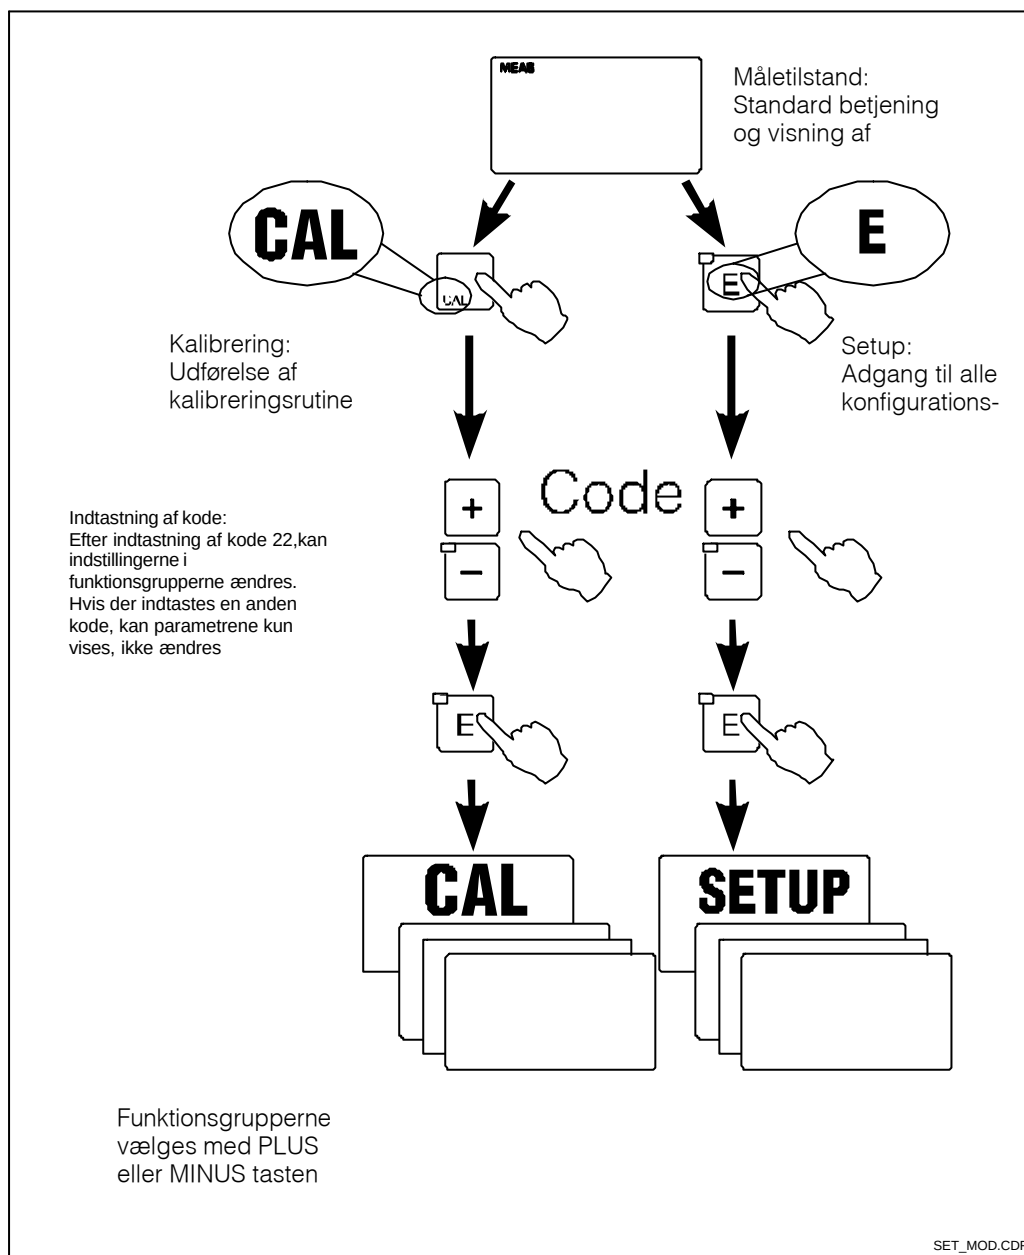

Fig. 4.3 Beskrivelse af betjening
Alle adgangskoder er låste, d.v.s. de kan ikke ændres. Der er fastlagt tre adgangskoder (jvf. Fig. 4.3):
- Vilkårlig kode: Adgang til læsning, d.v.s. alle værdier kan læses men ikke modificeres (adgang med ENTER/CAL tasten, se Fig. 4.3).
- Kode 22: Adgang til kalibrerings- og offset menuer (adgang med CAL tasten, se Fig. 4.3).
- Kode 22: Adgang til konfigurationsmenuer til instrument konfiguration og brugerindstillinger (adgang med ENTER tasten, se Fig. 4.3).